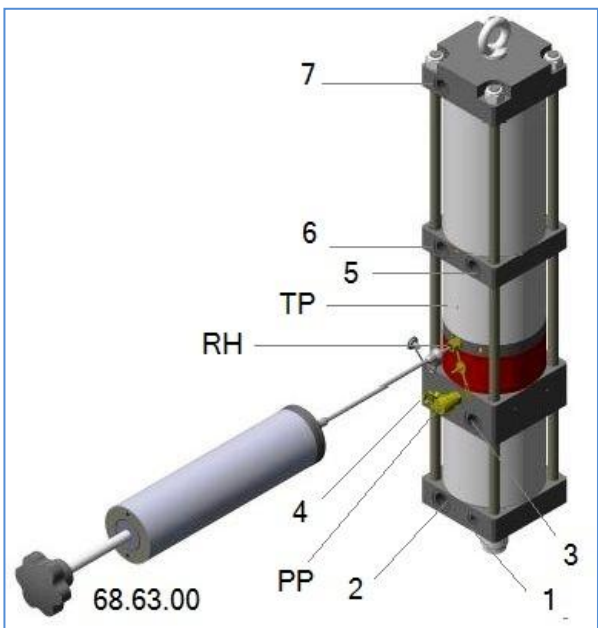

Figure 7 _ Connexion de la pompe de remplissage
4. Relier la pompe à la prise RH comme indiqué en figure 7, remplissez jusqu'à ce que l'huile sort propre de l'orifice de purge TP,